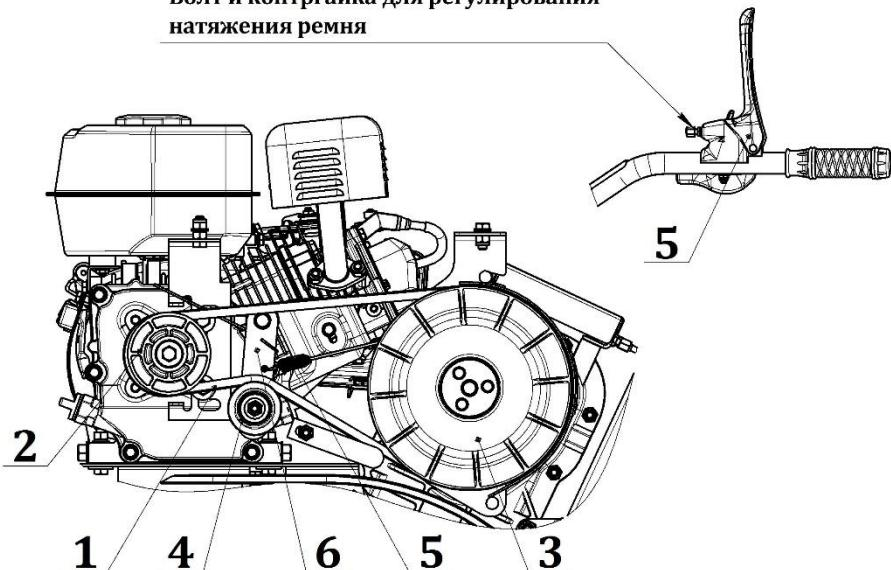

Рисунок 3 – Сцепление мотоблока
5.3 Сцепление (рисунок 3).
6.1.4 Нажав на ручку сцепления, проверьте натяжение ремня: шкив работающего двигателя должен передавать вращение на шкив редуктора без проскальзывания ремня. При свободном положении ручки шкив работающего двигателя не должен передавать вращение через ремень на шкив редуктора. При необходимости произведите регулировку натяжения ремня с помощью болта и контргайки (рисунок 3) или перемещением шкива 4 в пазе рычага 6.